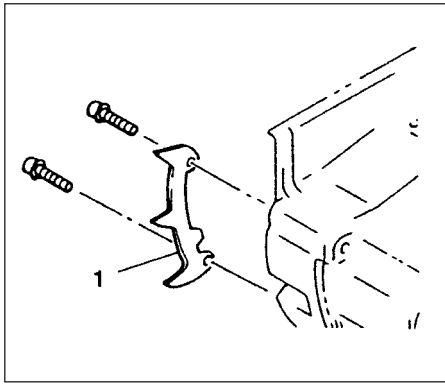

Fig.1-0
\* Instale la defensa de escarpia equipada (1) (Si lo tiene equipado) a la unidad con 2 tornillos. (Fig.1-0)